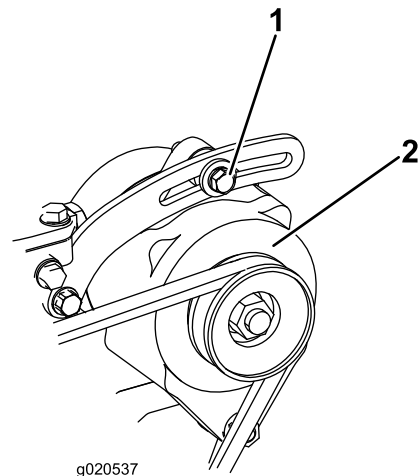

Figura 85
Compruebe la condición y la tensión de la correa (Figura 85) cada 100 horas de operación.
2. Si la desviación no es de 10 mm ( $\frac{3}{8}$ " ), afloje los pernos de montaje del alternador (Figura 85). Aumente o reduzca la tensión de la correa del alternador y apriete los pernos. Verifique de nuevo la desviación de la correa para asegurarse de que la tensión es la correcta.